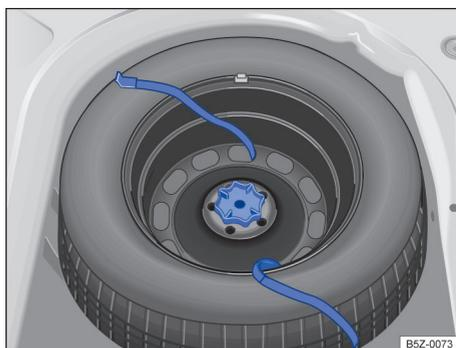

Fig. 162 No compartimento de bagagem: manípulo para fixação da roda de emergência. ▶
- Girar totalmente o manípulo localizado no meio da roda de emergência → Fig. 162, no sentido anti-horário, e remover a roda de emergência.